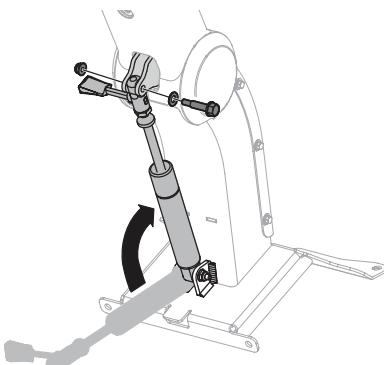

Figura 8
4. Mientras sostiene la columna del volante en posición elevada, utilice la otra mano para elevar el cilindro de cierre basculante, alineando los agujeros en la parte superior del cilindro con los agujeros en las placas de montaje del cilindro en la parte inferior de la columna del volante (Figura 8 en la página 42).
- Trabajando de derecha a izquierda, instale la arandela plana y el tornillo con reborde a través de los agujeros alineados en el paso 4 y asegúrelas con las tuercas de seguridad con brida hexagonal. Ajuste los tornillos con reborde a 120-144 pulgadas-libras (14-16 N·m) (Figura 8).